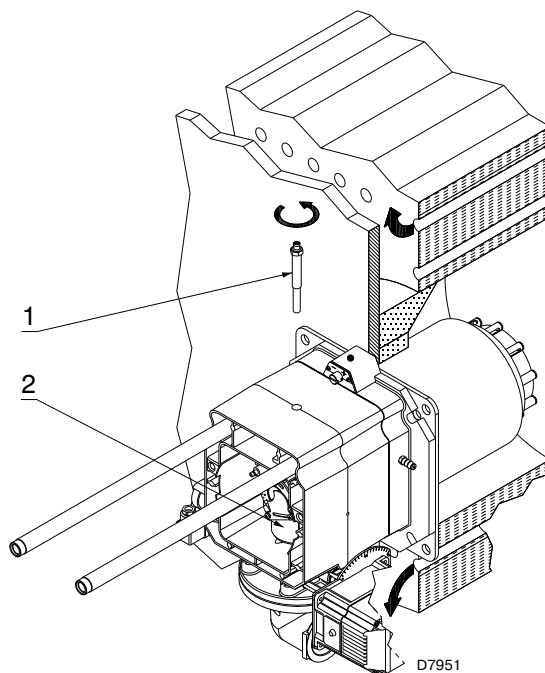

Рис. 15
- снять винт 1)(Рис. 15);
- вынуть внутреннюю часть 2)(Рис. 15) головки и выполнить их настройку.
В этой фазе монтажа головка горения фиксируется к котлу как показано на Рис. 15. и значительно упрощает её регулировку, которая зависит только от максимальной мощности горелки.